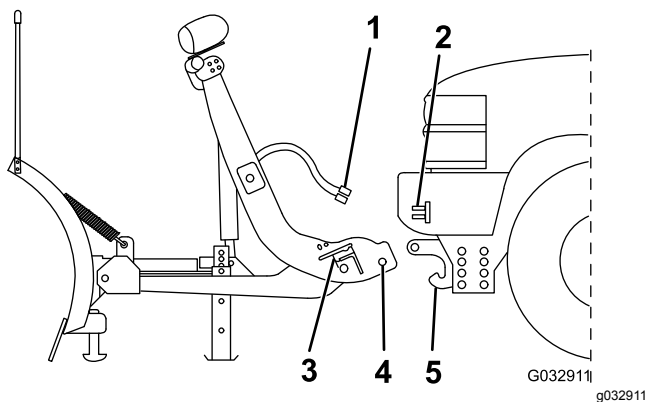

Figure 33
2. Conduisez le véhicule devant le chasse-neige et avancez lentement jusqu'à ce que la goupille inférieure rencontre le récepteur de goupille de la barre de poussée (Figure 33).
du chasse-neige au faisceau du véhicule (Figure 33).